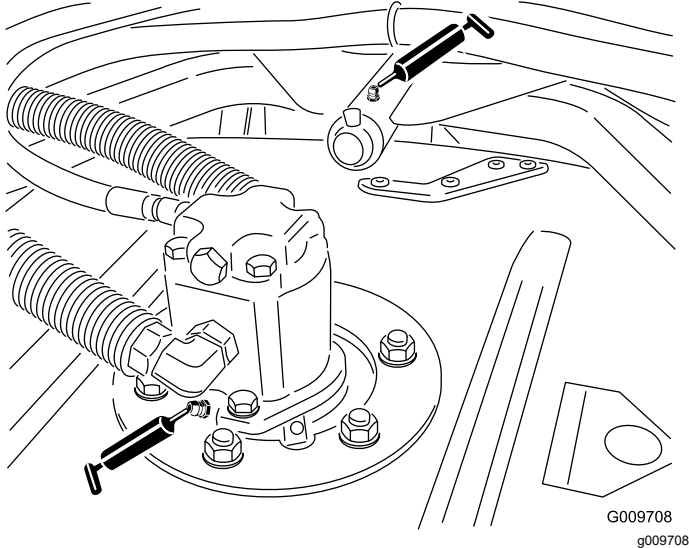

Bild 78
- Spindelwellenlager des Mähwerks (2 pro Mähwerk), wie in Bild 78 abgebildet
- Trägerarmbüchsen des Mähwerks (1 pro Mähwerk), wie in Bild 78 abgebildet